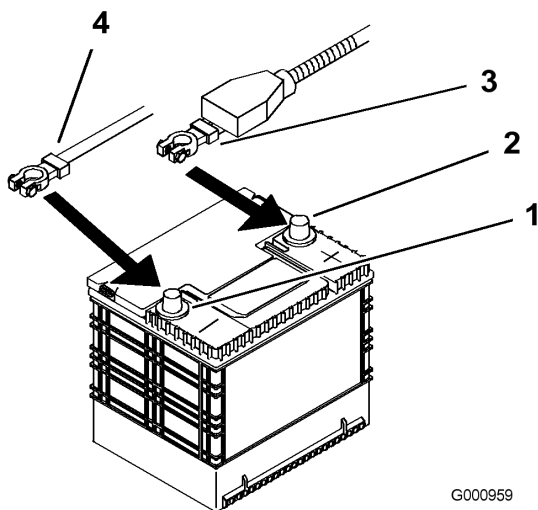

Figura 42
4. Primero desconecte el cable negativo del borne negativo (-) de la batería (Figura 42).
5. Retire la cubierta de goma roja del borne positivo (rojo) de la batería. Luego retire el cable positivo (rojo) de la batería (Figura 42).
1. Coloque la batería en la bandeja, con los bornes frente al depósito de aceite hidráulico (Figura 42).
4. Fije los cables con 2 pernos (1/4 x 3/4 pulg.), 2 arandelas (1/4 pulg.), y 2 contratuercas (1/4 pulg.) (Figura 42).